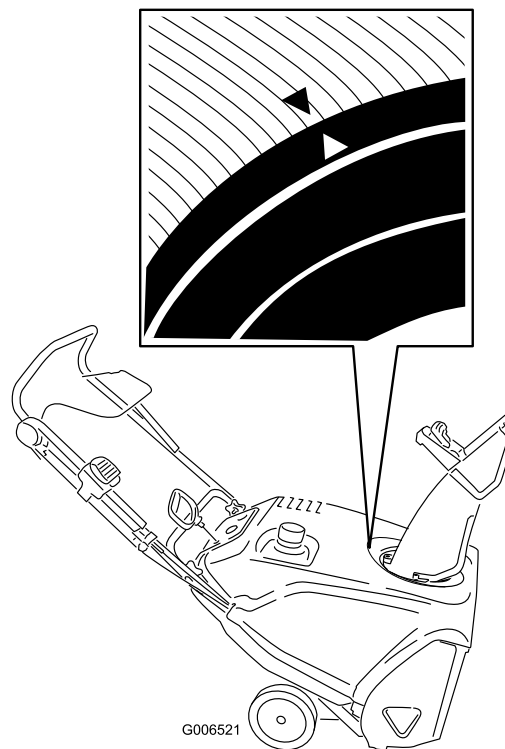

**Figure 40**
2. Placez la commande Quick Shoot entre les deux flèches situées sur le côté droit de la partie supérieure du guidon (Figure 40).